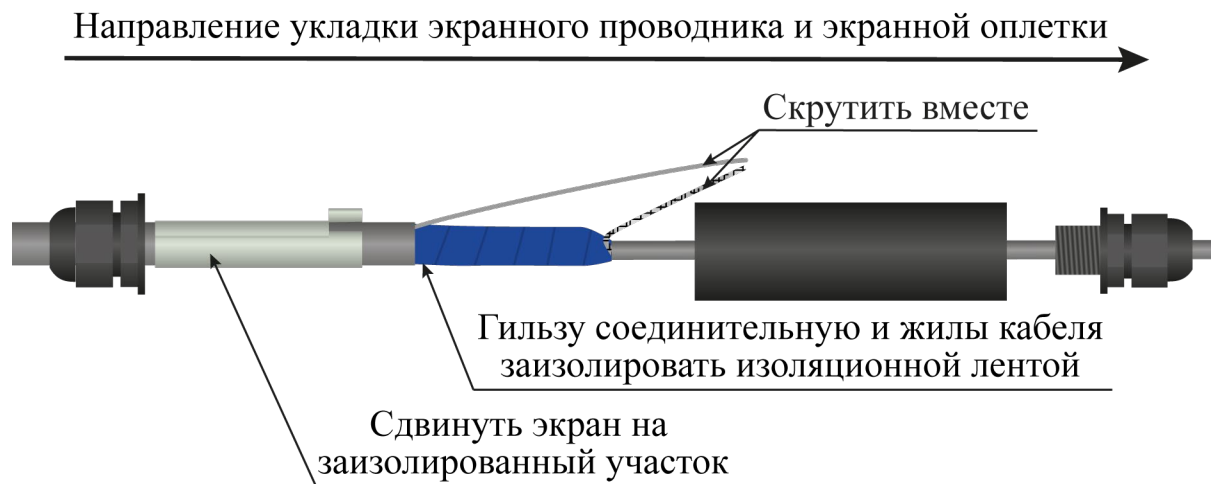

Рисунок 4.43
- гильзу соединительную и жилы кабеля ТППЭп заизолировать изоляционной лентой (рисунок 4.43);
- экранный проводник кабеля ТППЭп направить вдоль гильзы и скрутить с экраном кабеля РК (рисунок 4.43);
- сдвинуть экран муфты переходной на место соединения кабеля ТППЭп и кабеля РК (рисунок 4.43);